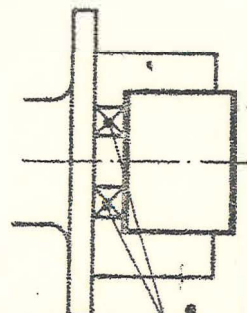

Fig. 4
- c).- Refrentado de Una Cara Perpendicular a Otra y Paralela a una Tercera. (Fig. 4).-